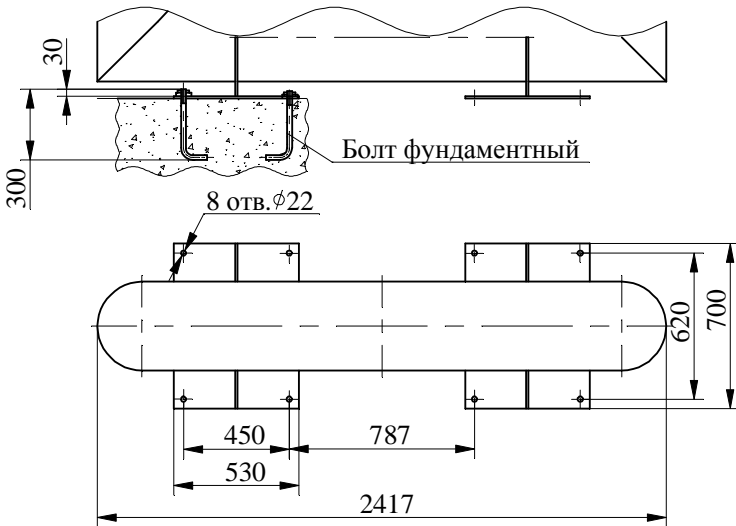

Рис.1 - План фундамента водопитателя
4.2 Монтаж водопитателя базового исполнения проводить согласно рис.1 и приложению Б.